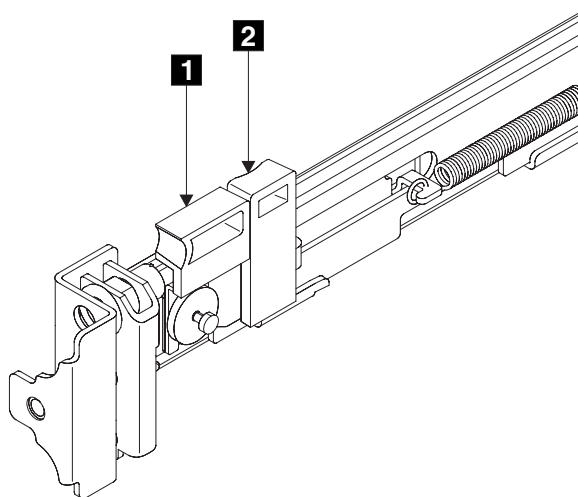

図 38. ラッチ・ロック・キャリアを引っ込める
2. ラッチ・レバー **1** (図 38 参照) の側面に人差し指を置き、親指をラッチ・ロック **2** の前面にあてます。